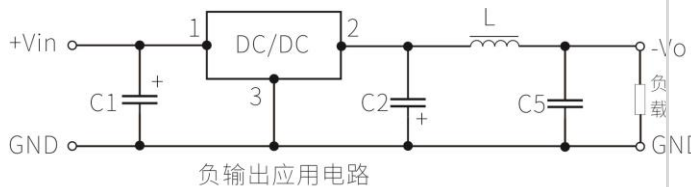

图3 ‘LC’ 滤波应用电路
- 若需要进一步减小输出纹波，可在输出端外接一个“LC”滤波网络，L 推荐值为10 μ H-47 μ H，C5 推荐值为22uF 如图3 所示。